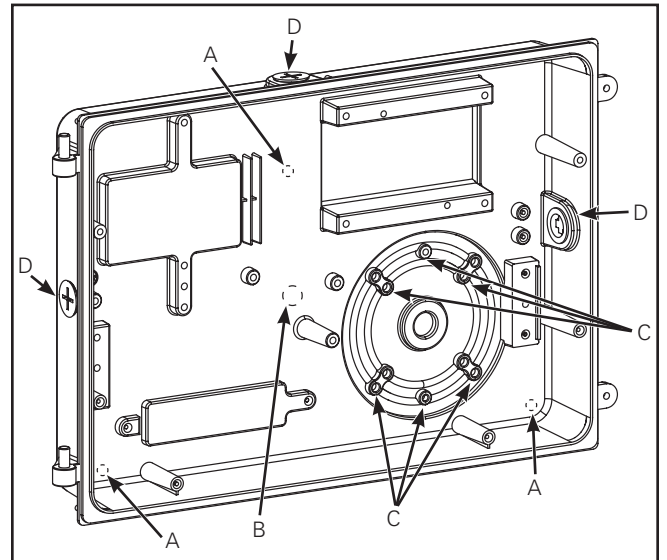

Figura 2.
2. Prepare la placa trasera para montaje perforando o calando los orificios necesarios. (Figura 2.)